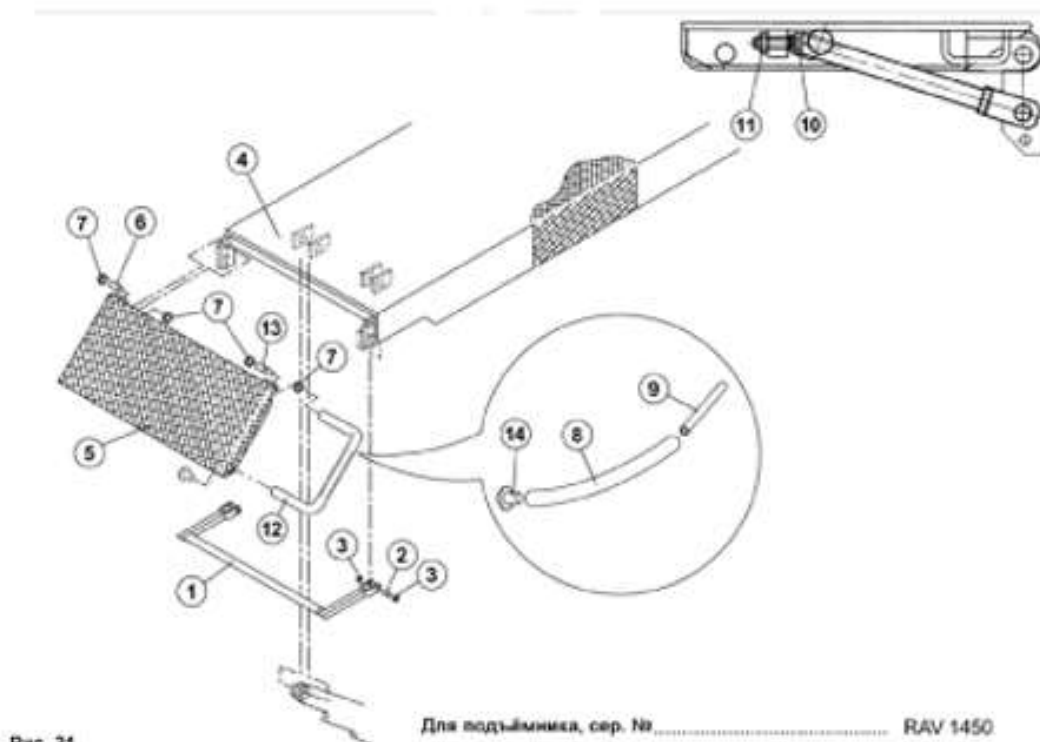

Рис. 21
- В соответствии с рис. 21: установите защиту для ног (12) на рампы. Установите пробку (14) в резиновый шланг (8), затем проташите шланг через отверстие Ø 14 в рампе (5), до тех пор, пока разъем концевой выключателя против внутренней секции. Установите пластиковую деталь (14) в шланг (8) и затем конец шланга в шарнир рамп (13).